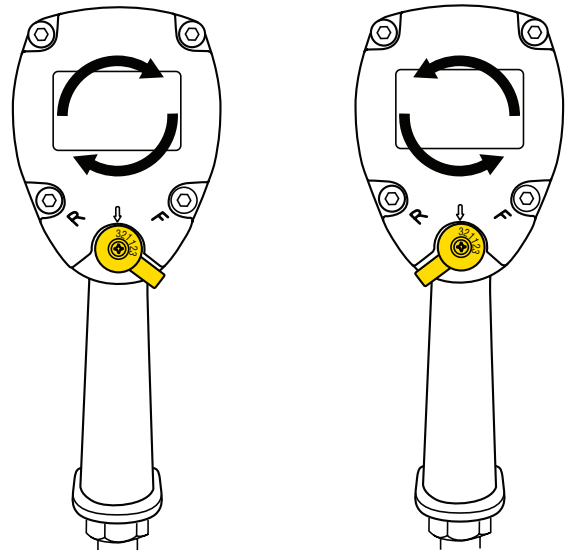

Fig. 6
4. Ajuste la palanca en la parte posterior de la herramienta que se indica en la Fig. 6 de forma que la herramienta está ajustada a la velocidad máxima y dirección de rotación.